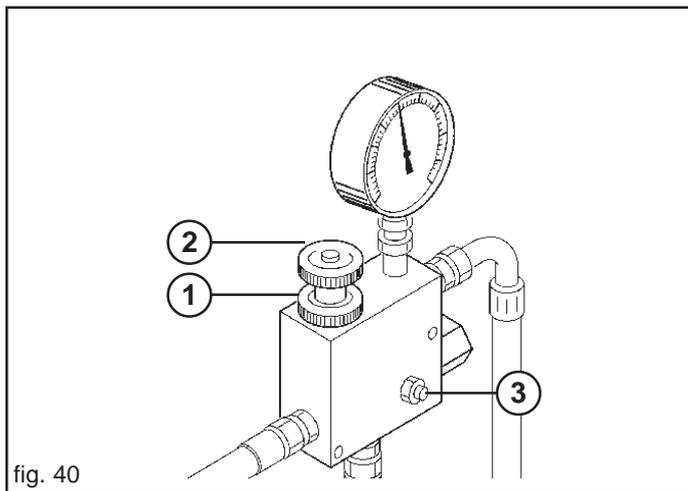

fig. 40
Si vous voulez augmenter la vitesse de rotation de la turbine pour les graines plus lourdes agir avec grande prudence en opérant comme suit (Fig. 40):
b) desserrer le volant (1, Fig. 40);
c) tourner en sens horaire ou contraire le volant (2, Fig. 40) pour diminuer ou augmenter la pression et par conséquent le nombre de tours de la turbine.